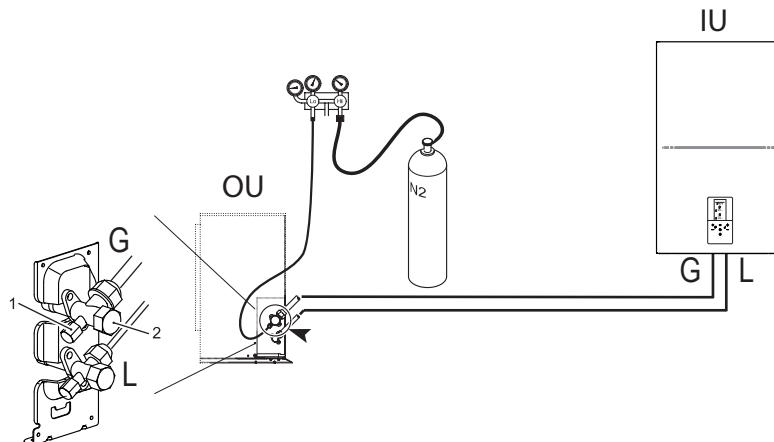

fig. 17 - Prova di tenuta all'aria e rilevamento delle perdite
- Con rubinetti dell'unità esterna completamente chiuse, rimuovere il tappo del rubinetto di servizio (part 1 - fig. 17) e il raccordo (part 2 - fig. 17) della valvola gas (quella più grande).